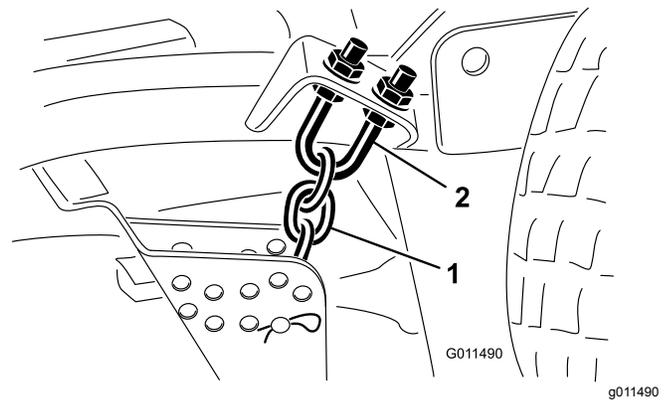

Bild 72
1. Lockern Sie die Klemmmuttern an der Ober- oder Unterseite des U-Bügels an der Schnitthöhenkette (Bild 72).